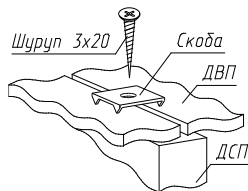

Рис. 2
3. Закрепить задние стенки из ДВП гвоздями Ø1,2x20 по периметру с шагом 100мм. и по углам шурупами Ø3x20, скрепками (рис.2) и шурупами Ø3x20 в местах стыка на полках. Между собой задние стенки (поз.15) стыкуются соединительным брусом .